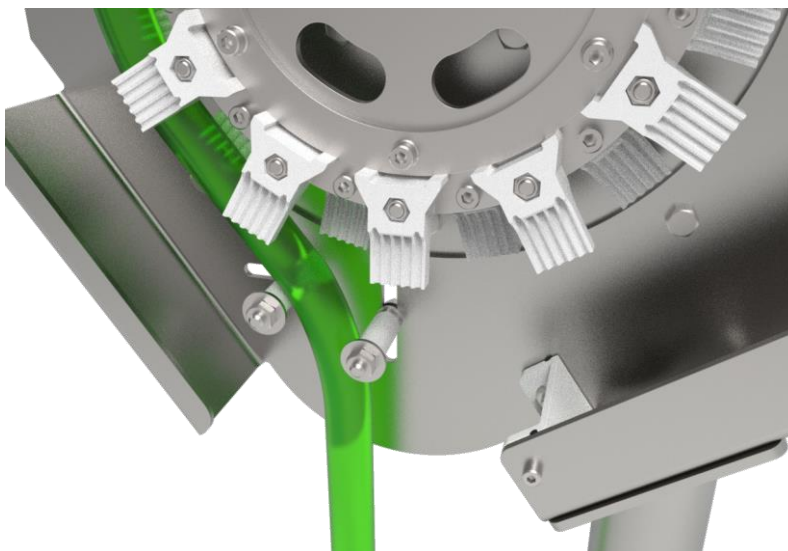

Рис.4. Установка коллектора
6.3. Установить коллектор таким образом, как показано на рис.4. Коллектор должен проходить сверху по прижимной втулке 2 и проходить слева от прижимной втулки 3.